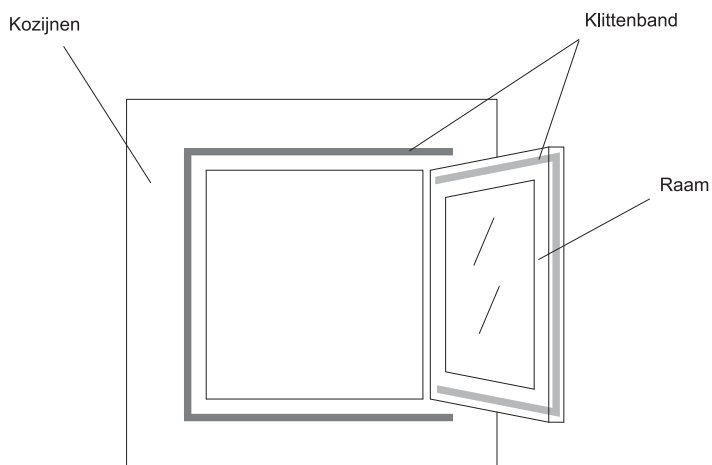

**Afb.2**
- 2) Als de vensterbank breder is dan 30 cm, kan de buitenunit direct op de vensterbank worden geplaatst en wordt de veiligheidstouw aan één van de twee bevestigingspunten van de buitenunit vastgemaakt (zie Afb. 2).